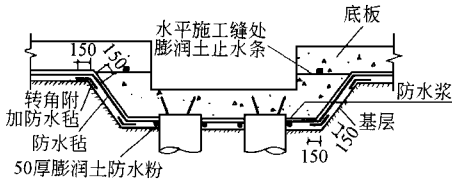

图 1 桩承台施工示意
(7)节点处理 ①桩承台位置 应先环绕桩头周边填上防水粉厚度为 50mm,铺贴防水毡后,再在防水毡面上环绕桩头涂 5mm 厚、50mm 宽的防水浆。②阴阳角 所有地下室底板阴阳角均要做弧形或钝角,并铺贴 1 幅每边宽 150mm 的附加防水毡,固定后才能覆盖整幅防水毡(见图 1)。③底板施工缝 在施工缝上粘贴膨润土止水条。如止水条遇水膨胀后,体积超过 1.5 倍时,必须更换。底板防水毡的铺贴应伸出施工缝位置 300mm,以便搭接。④底板与外壁板节点处理 防水毡铺设至衬墙边,并转上沿地下连续墙内壁铺贴至衬墙施工缝上 100mm。